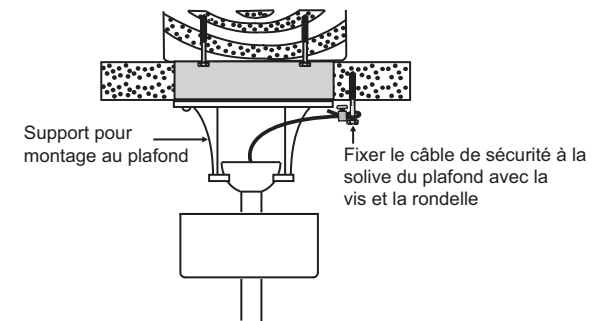

Fig. 12
Étape 1. Fixez la vis de bois et les rondelles fournies à la solive du plafond à côté du support de montage sans serrer. (Fig. 12)